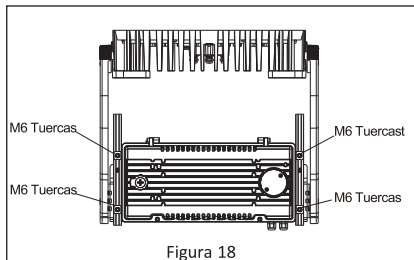

Figura 18
1. Quita las 4 tuercas M6 que sostienen el controlador en su lugar y retira el controlador del soporte. **Ver Figura 18.**